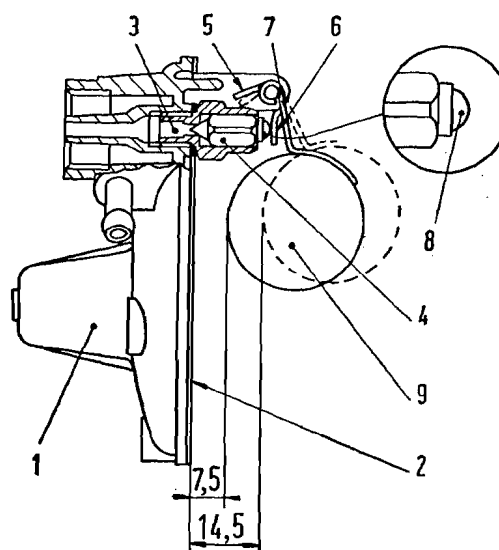
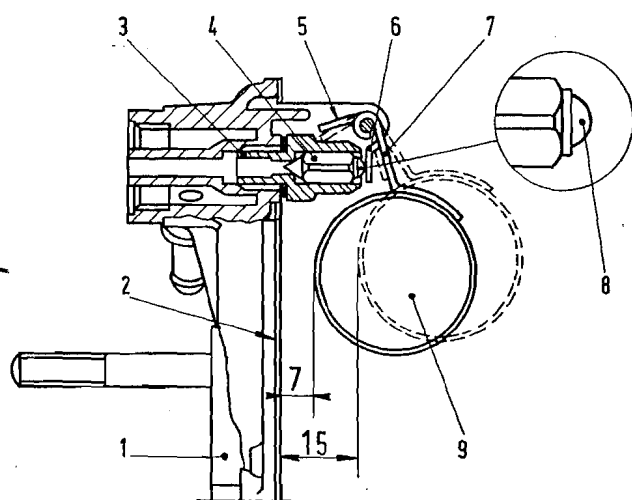

Fig. 44. - Schema per la livellatura del galleggiante del carburatore Weber tipo 26 OC.
Fig. 43. - Schema per la livellatura del galleggiante del carburatore Weber tipo 26 IMB 4.
- Tenere il coperchio (1) del carburatore in posizione verticale, in quanto il peso del galleggiante (9) farebbe abbassare la sfera mobile (8) montata sullo spillo (4).
- Con coperchio carburatore verticale e linguetta (6) del galleggiante a leggero contatto con la sfera (8) dello spillo (4), il galleggiante (9) deve distare mm 7, per il motore 110D.000 (fig. 43) e mm 7,5, per il motore 120.000 (fig. 44), dal piano del coperchio con guarnizione (2) montata e bene aderente allo stesso.